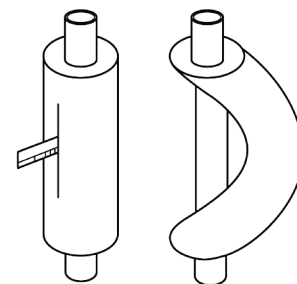

Рис. 4.12
4) В случае если прямой изгиб приведет к образованию трещин на трубе, сначала острым ножом надрежьте изоляционный слой, как показано на Рис. 4.12. Не сгибайте трубу до тех пор, пока она не освободится от изоляции. После сгибания оберните трубу изоляционным слоем, а затем закрепите его клейкой лентой.